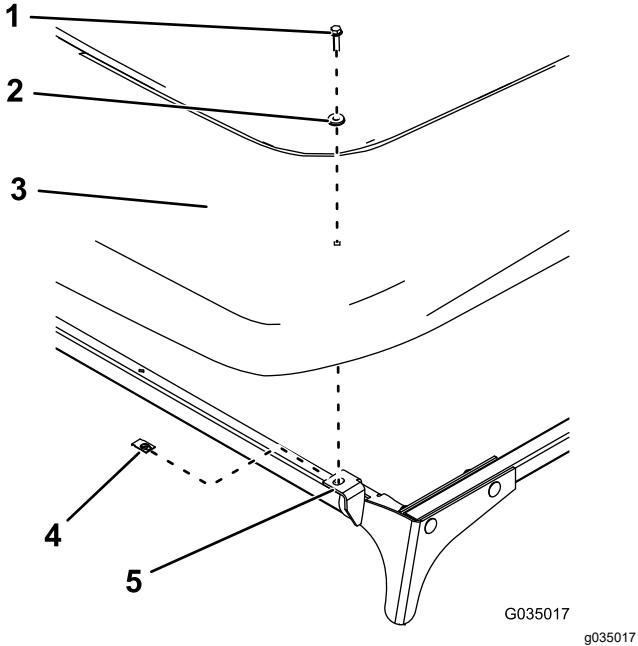

Figura 64
- Instale o toldo nas placas dianteiras utilizando 2 clipe, 2 anilhas vedantes e 2 parafusos flangeados hexagonais ($\frac{1}{4} \times 1$ pol.), como se mostra na Figura 64.